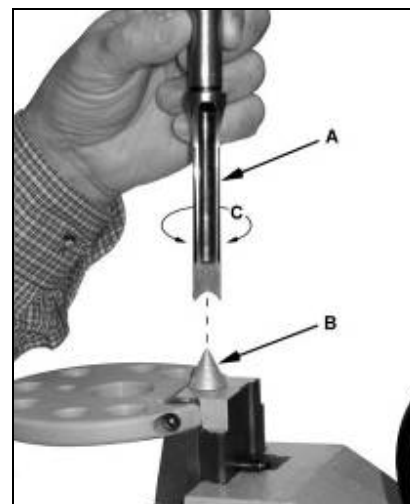

Fig 15
Poser le burin (A, Fig 15) sur le cône d'affûtage diamant (B) et faire tourner le burin en avant et en arrière (C) jusqu'à ce qu'il soit affûté.